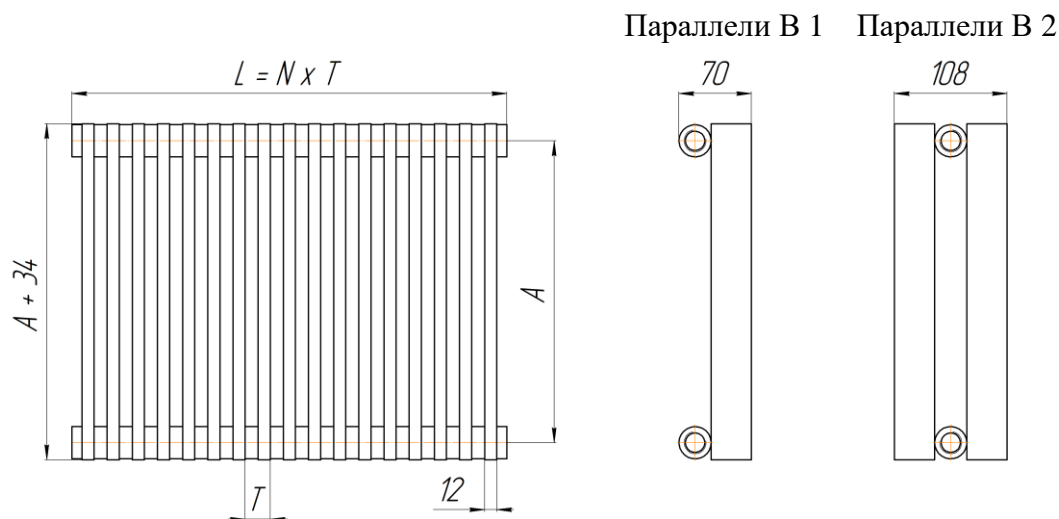

Рис.1 Т – шаг (Т = 25 мм), N – количество секций.
2.1. Основные размеры и параметры радиаторов приведены на рис.1 и в таблице.